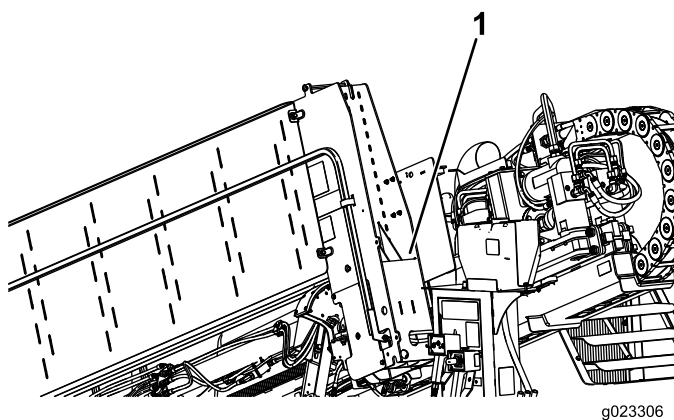

Рисунок 63
7. Поместите замок гидроцилиндра на хранение рядом с баком антифриза (Рисунок 63).